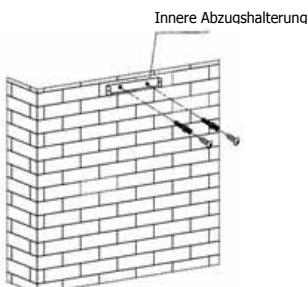

Abb. 4
7. Befestigen Sie mit einer selbstschneidenden Schraube (ST4*40 mm) die innere Abzugshalterung an der Wand (siehe Abb. 4).
7. Utilizați șuruburi autofiletante ST4*40 mm pentru a fixa suportul coșului de fum intern în perete. Vezi Fig. 4